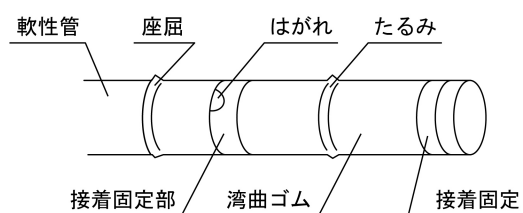

図 1
- 2.挿入部を軽く手で握り、手元側から先端に向かい全長を手で滑らせ、その患者に対する経鼻的挿入、引き抜き時の妨げとなる引っ掛かりがないことを確認すること。特に、軟性管の座屈、湾曲ゴム接着固定部のはがれ、湾曲ゴムのたるみなどによる引っ掛かり、出っ張りには注意すること（図 1 参照）。